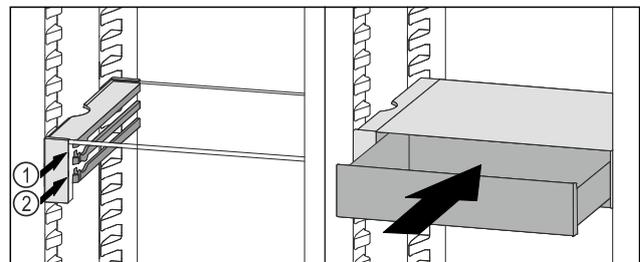

Fig. 109
- ▶ VarioSafe-Schubfach hinter den Stopperrn auf gewünschter Rippe Fig. 109 (1) oder Fig. 109 (2) aufsetzen.